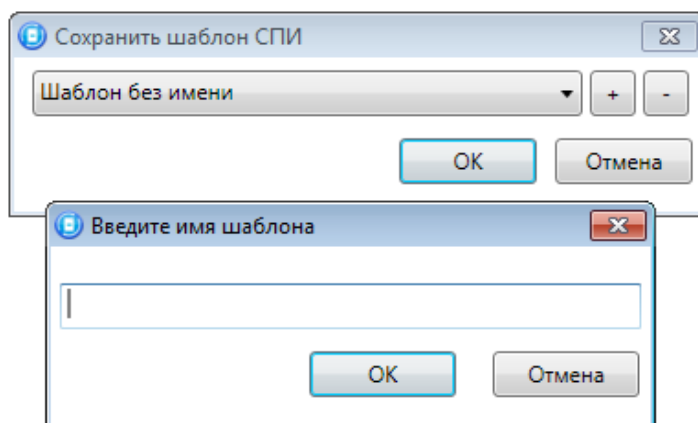

Рис. 11.3. Сохранение шаблона
**Сохранить шаблон настроек:** открытие окна *Сохранить шаблон СПИ* (Рис. 11.3), с помощью которого можно сохранить конфигурацию СПИ контроллера в качестве шаблона.